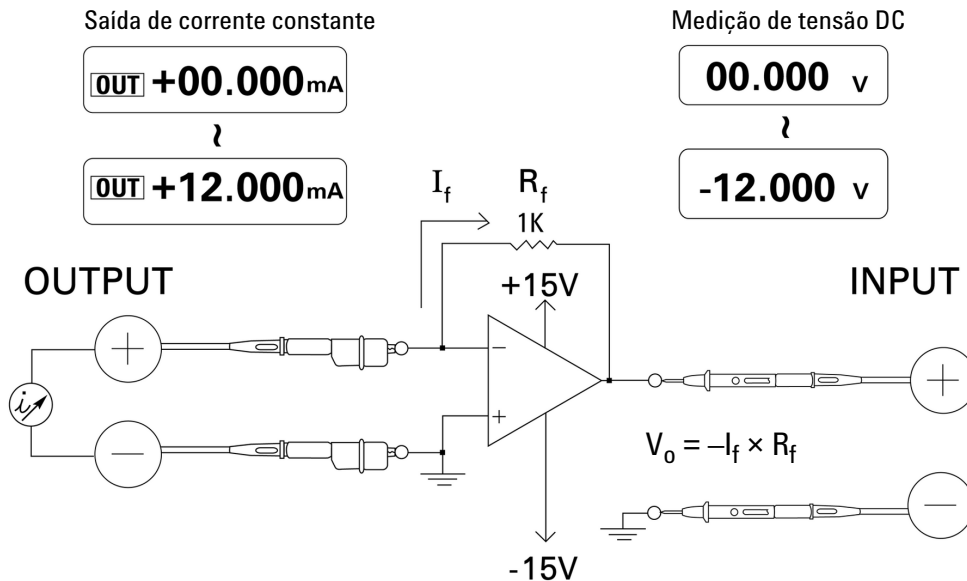

Figura 5-13 Conversor de corrente para tensão
Um amplificador operacional ideal pode atuar como um conversor de corrente para tensão. No Figura 5-13, o amplificador operacional ideal mantém seu terminal de entrada inversor no potencial de terra e força qualquer corrente de entrada a passar pelo resistor do feedback. Logo, $I_{in} = I_f$ e $V_o = -I_f \times R_f$. Observe que o circuito fornece a base para uma medição de corrente ideal; introduz queda de tensão zero no circuito de medição, e a impedância de entrada efetiva do circuito, conforme medição direta no terminal de entrada inversor, é zero.
- 5 Conecte o amplificador operacional como na Figura 5-13.